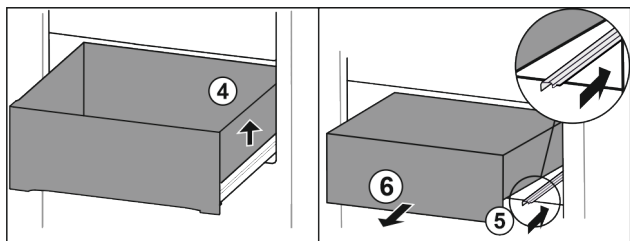

Fig. 89
- ▶ Nadzvedněte zásuvku vpravo. *Fig. 89 (4)*
- ▶ Zasuňte pravou kolejničku. *Fig. 89 (5)*
- ▶ Vyměňte zásuvku dopředu. *Fig. 89 (6)*